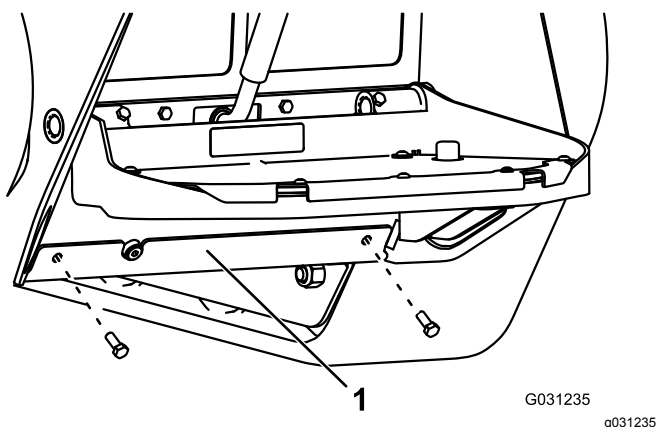

Figura 74
4. Togliete i 2 bulloni che fissano la piastra inferiore e rimuovetela (Figura 74).
8. Installate la piastra inferiore (Figura 74).